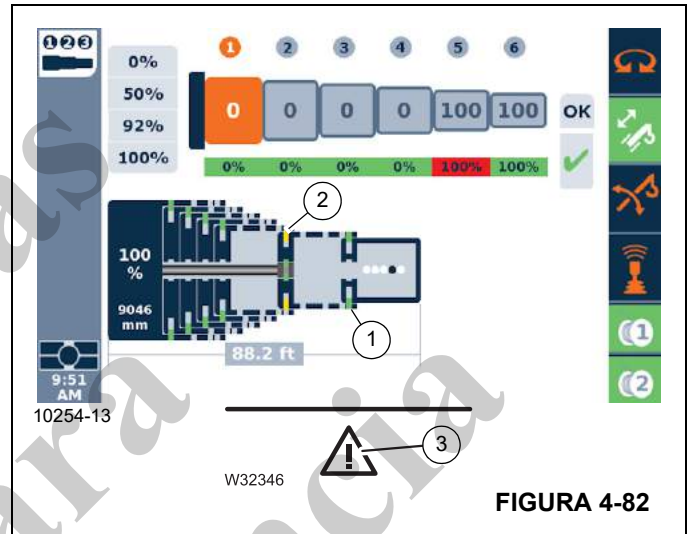

FIGURA 4-82
A relação atual das seções telescópicas entre si — seção de vista superior na Figura 4-82.
A imagem mostrada na Figura 4-82 exibe o estado dos pinos da seção e do cilindro. Verde (1) indica que o pino está travado, Amarelo (2) mostra que ele está em uma posição intermediária e Vermelho indica que está destravado. Além disso, se o triângulo de perigo (3) estiver presente, existe um erro.